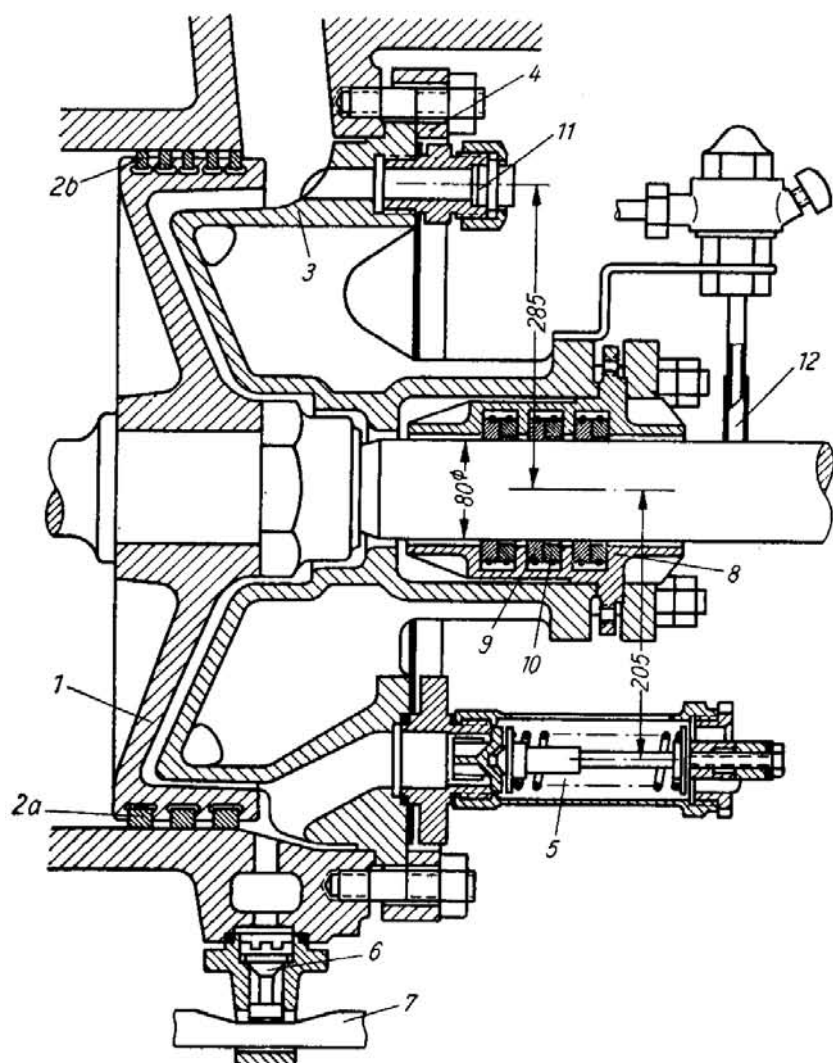

Bild 63. Kolben und Zylinderdeckel mit Zylinder-Sicherheitsventil
- Stoßfugen zu groß** Der Kolben trägt zur Abdichtung der beiden Arbeitsräume 3 bis 5 Kolbenringe, die in den Kolbenringnuten liegen und so viel Spannung besitzen müssen, daß sie gegen die Zylinderwandung federn und sich dort anlegen (Bild 63). Wenn die Ringe zu stark abgeschliffen sind, werden die Stoßfugen zu groß, und der dampfdichte Abschluß ist nicht mehr gewährleistet. Außerdem kann der Dampf jetzt zwischen Kolbenring und Kolbenkörper durchströmen.
Der Kolbenschieber der Heißdampflokomotiven versperrt dem Wasser den Austritt aus den Zylindern. Um den Überdruck entweichen zu lassen und die Zerstörung des Zylinderdeckels und anderer Teile zu vermeiden, werden bei den Heißdampflokomotiven Zylindersicherheitsventile angebaut (Bild 63).